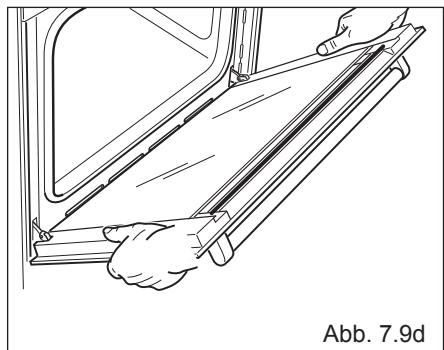

Abb. 7.9d
- Die Tür wie in der Abbildung 7.9d gezeigt, fassen.